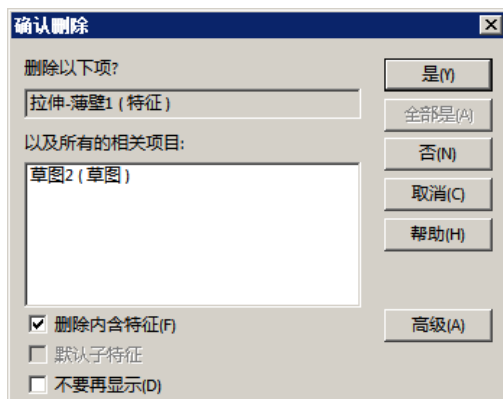

图 3.6.11 “确认删除”对话框
(1) 选择命令。在图 3.6.9 所示的快捷菜单中选择  **删除...** (L) 命令，系统弹出图 3.6.11 所示的“确认删除”对话框。
(2) 定义是否删除内含的特征。在“确认删除”对话框中选中  **删除内含特征(F)** 复选框。